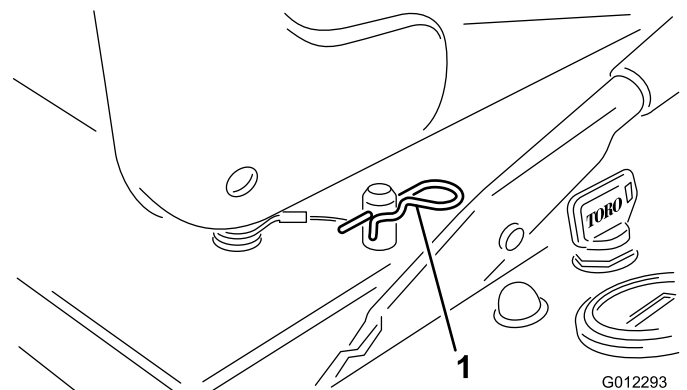

図 19
1. 座席ロック棒についているリテーナ・クリップを取り外す（図 19）。